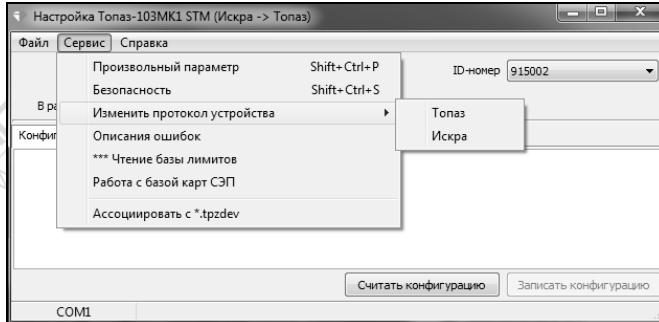

Рисунок 2
7.3 Для изменения протокола связи с ПК нажать в меню кнопку "Сервис"→"Изменить протокол устройства" (рисунок 2).